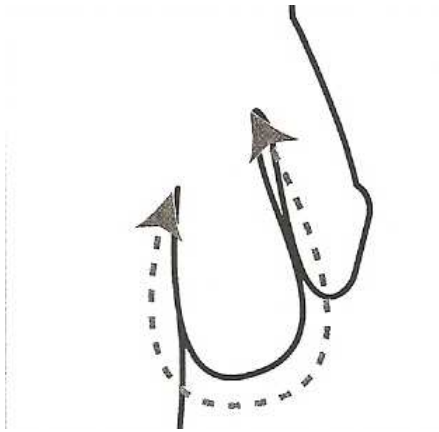

Figure 5 : Profondeur des bourses ⁽²⁸⁾
- dessous de verge à périnée (« profondeur des bourses ») (Figure 5) ;